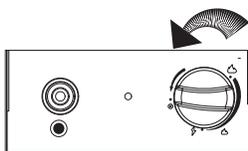

Figure 3
- b. Appuyer sur le bouton de commande et tourner dans le sens inverse des aiguilles d'une montre jusqu'à PILOT (figure 3).